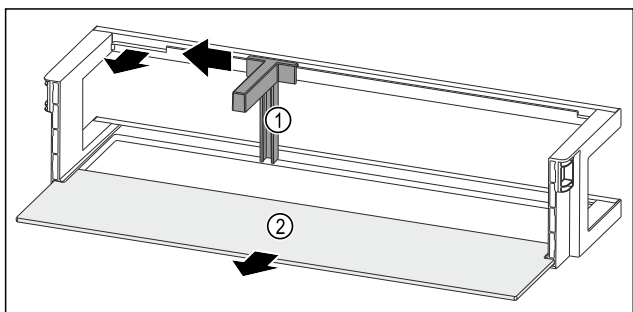

Fig. 95 带瓶托和搁板的门边存放架
- ▶ 将瓶托 Fig. 95 (1) 推至槽边。
- ▶ 取出瓶托 Fig. 95 (1)。
- ▶ 取出搁板 Fig. 95 (2)。